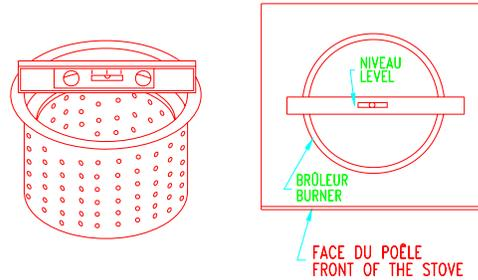

Figure 9A: MISE AU NIVEAU DU BRÛLEUR
- Déposez votre niveau sur le brûleur en plein centre. Votre niveau devrait être parallèle à la façade du poêle (Voir figure 9A). Vissez ou dévissez les pattes ajustables de votre appareil jusqu'à ce que le niveau soit atteint. Utilisez une clef de 7/16".